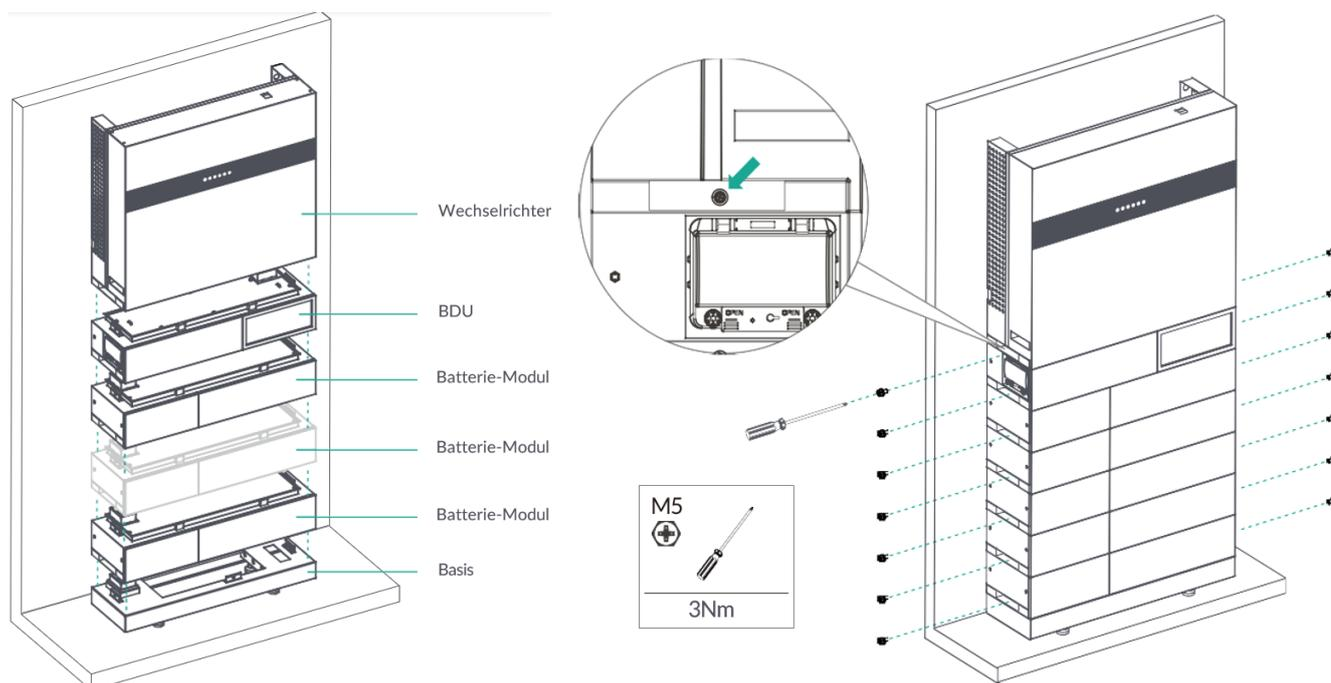

Abbildung 14: Zusammenbau
- Batteriemodule nacheinander auf die Basis stellen, s. Abbildung 14